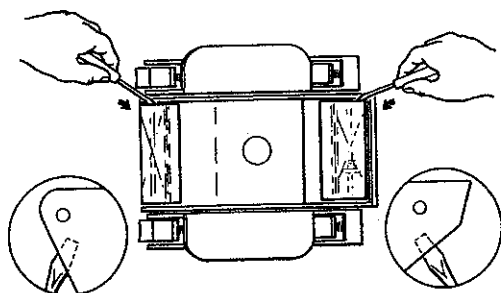

Figure 11
- a) Retirez les volets avant et arrière de votre Navigator en insérant un petit tournevis entre le volet et le corps inférieur, près du point de pivot des volets (voir Figure 11).